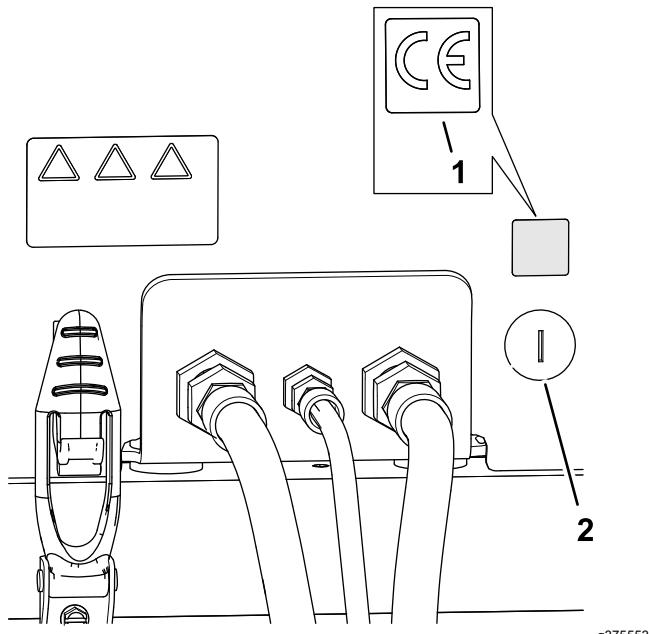

Figure 37
1. Avec de l'alcool à friction et un chiffon propre, nettoyez la zone du capot près du verrou et laisser sécher le capot (Figure 37).